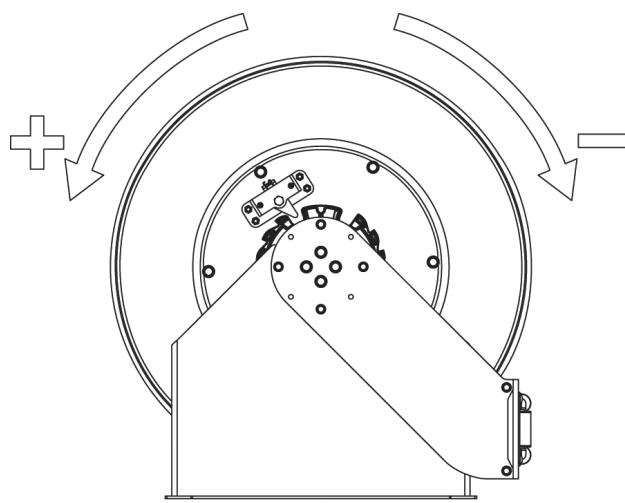

Fig. 5
6. Apply the pre-tension to the power spring by turning the spool the number of turns indicated below, depending on the power spring version and the hose length (fig. 5):
6. Aplique la pre-tensión al resorte, girando el tambor el nº de vueltas indicado, dependiendo del resorte y la longitud de manguera (fig. 5):
6. Pour appliquer la pré-tension du ressort, tourner le tambour le nombre de tours indiqués dans le tableau ci-dessous en fonction de la puissance du ressort et de la longueur du flexible (fig. 5):
4. Turn the spool to increase or decrease the power spring tension (fig. 5).
4. Haga girar la bobina para incrementar o disminuir la tensión (fig. 5).
4. Faites tourner l'enrouleur pour augmenter ou diminuer la tension du ressort (fig. 5).